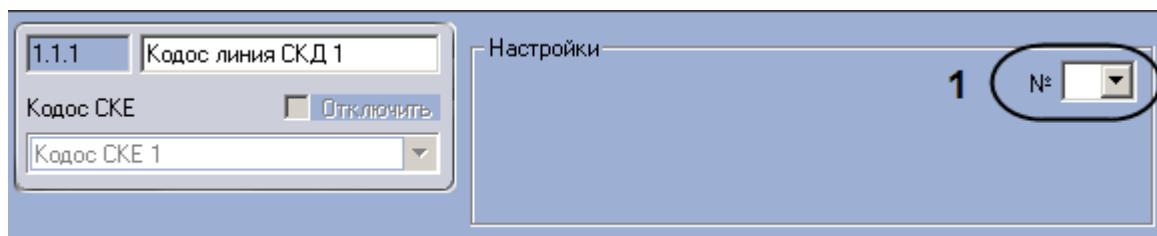

Рис. 3.4—2 Настройка линии СКД
2. Из раскрывающегося списка **№** выбрать аппаратный адрес подключения линии СКД (см. Рис. 3.4—2, 1).